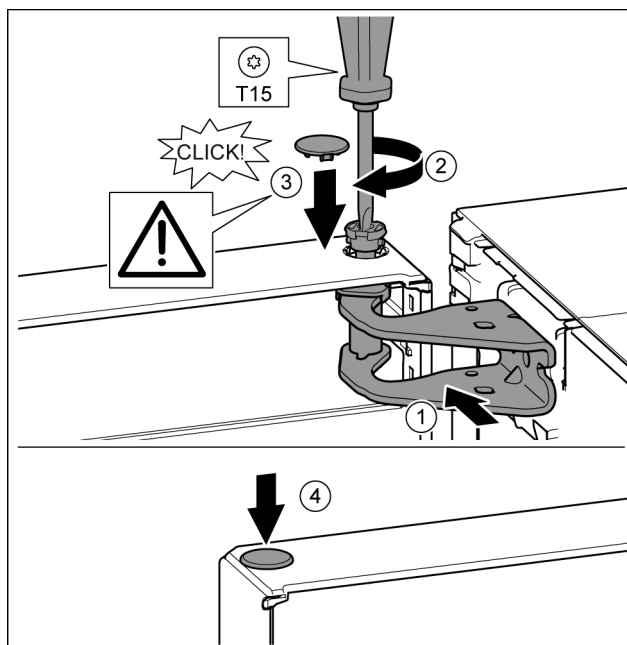

Fig. 20
- ▶ Tür auf den unteren Lagerbolzen setzen. Fig. 20 (1)
- ▶ Tür oben zur Öffnung im Lagerbock ausrichten. Fig. 20 (1)
- ▶ Bolzen einsetzen und mit Schraubendreher T15 festschrauben. Fig. 20 (2)
- ▶ Sicherungsabdeckung zur Sicherung der Tür montieren: Sicherungsabdeckung einsetzen und Kontrollieren ob sie auf der Tür aufliegt. Ansonsten Bolzen vollständig einsetzen. Fig. 20 (3)
- ▶ Stopfen einsetzen. Fig. 20 (4)